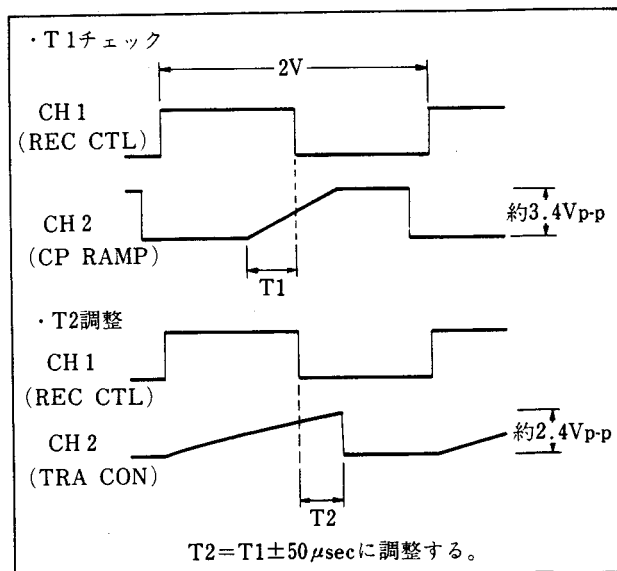

図5-8. トラッキングセンター調整
- (1) トラッキングつまみをセンタークリック位置にセットする。
- (2) CH1とCH2の位相差T1を読みとる。(図5-8.参照)
- (3) CH2をIC1-③④ピン(TP4)につなぎ変える。
- (4) CH1とCH2の位相差T2がT1と等しくなるようにRV5を調整する。